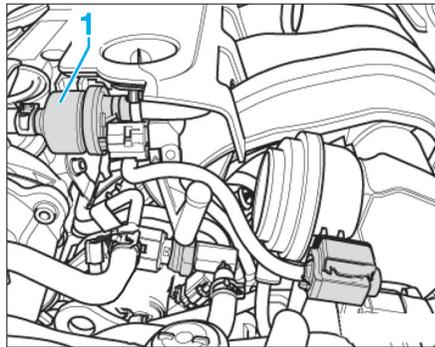

Fig. 37
- débrancher le connecteur de l'électrovanne (1) du canister (Fig.37).